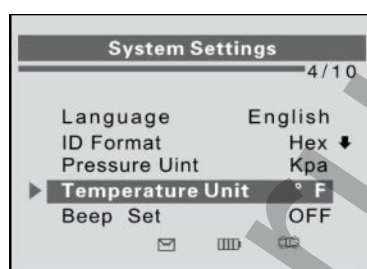

Рисунок 2-8
1) В окне **System Settings [Параметры системы]** с помощью **кнопок прокрутки вверх/вниз** выберите пункт **Temperature Unit [Единица измерения температуры]**, а затем нажмите кнопку **Y**. См. рисунок 2-8.